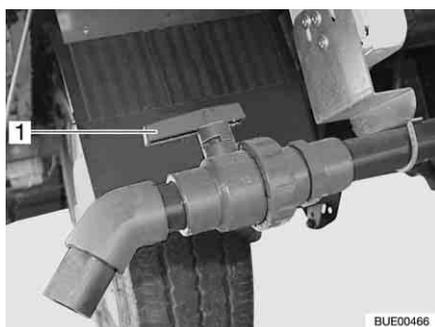

Fig. 207 Llave de desagüe
- Girar el tirador (Fig. 207,1) de la llave de desagüe a la posición en dirección de la circulación.